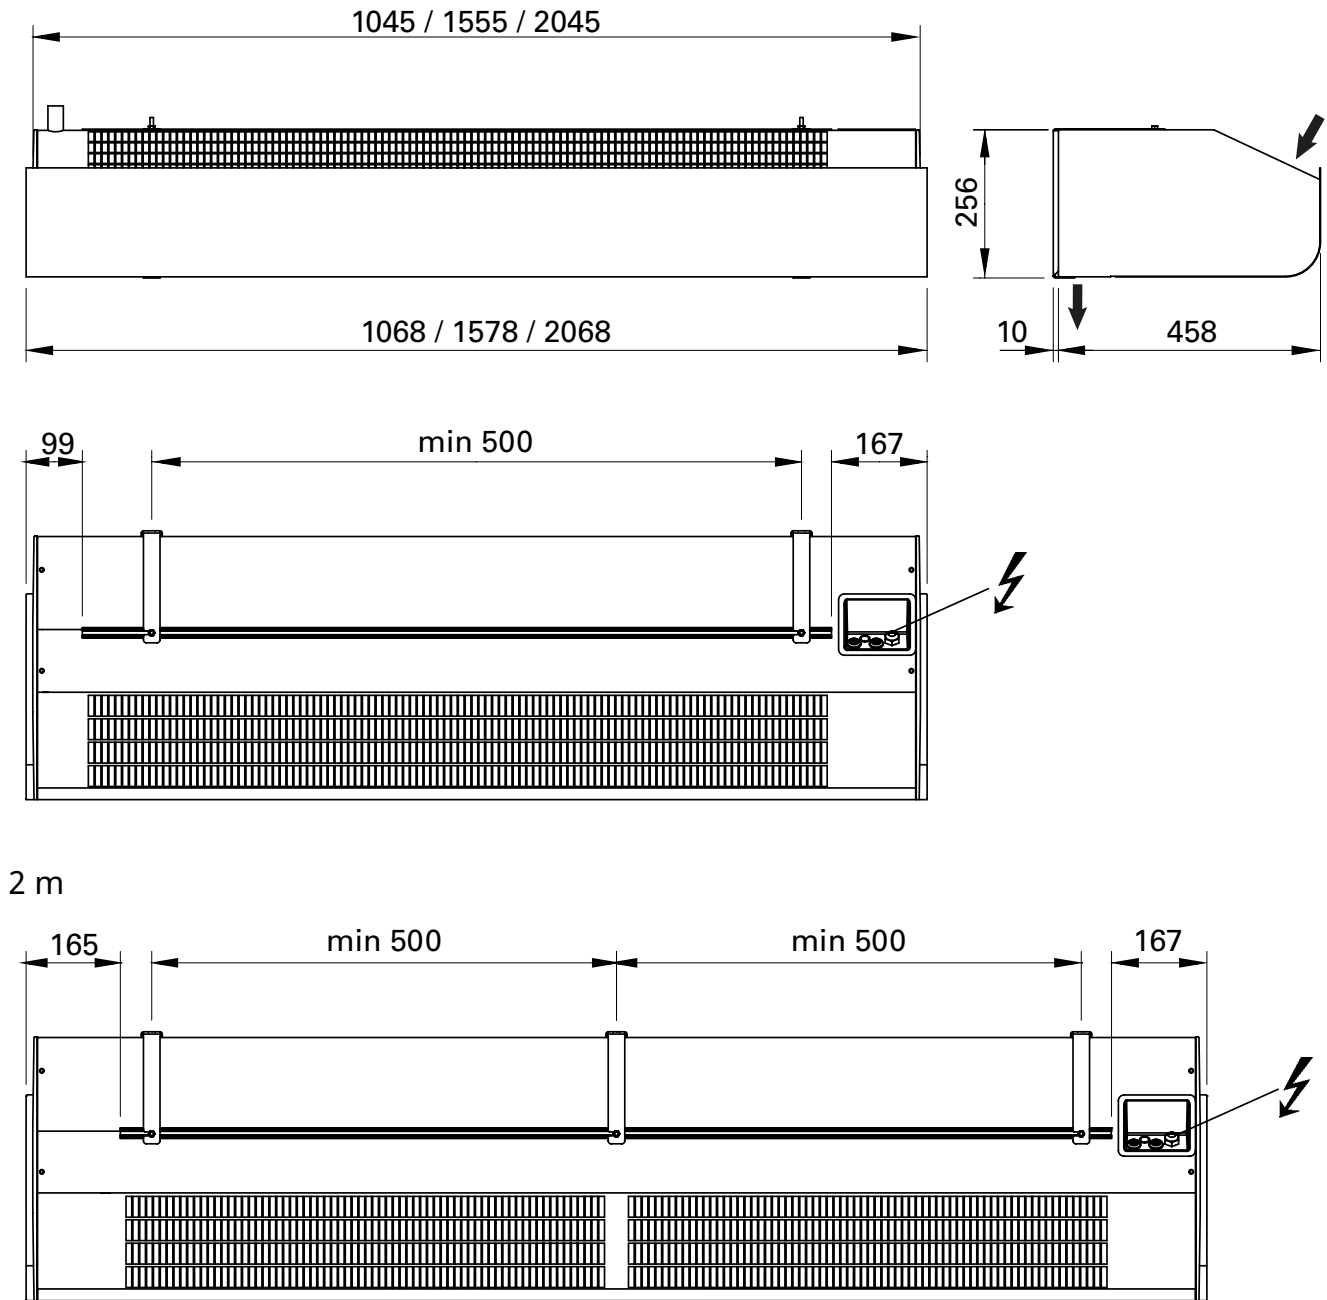

Fig. 1
1. Przymocuj wsporniki do ściany – patrz rys. 4A oraz rysunek wymiarowy rys. 1. Jeśli ściana